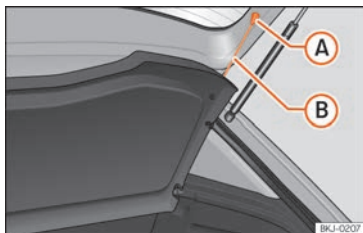

Fig. 116 Dans le coffre à bagages : dépose et repose de la plage arrière.
» » fig. 116 (A) de leurs logements (A).
» » fig. 116 (B) sur le capot de coffre.